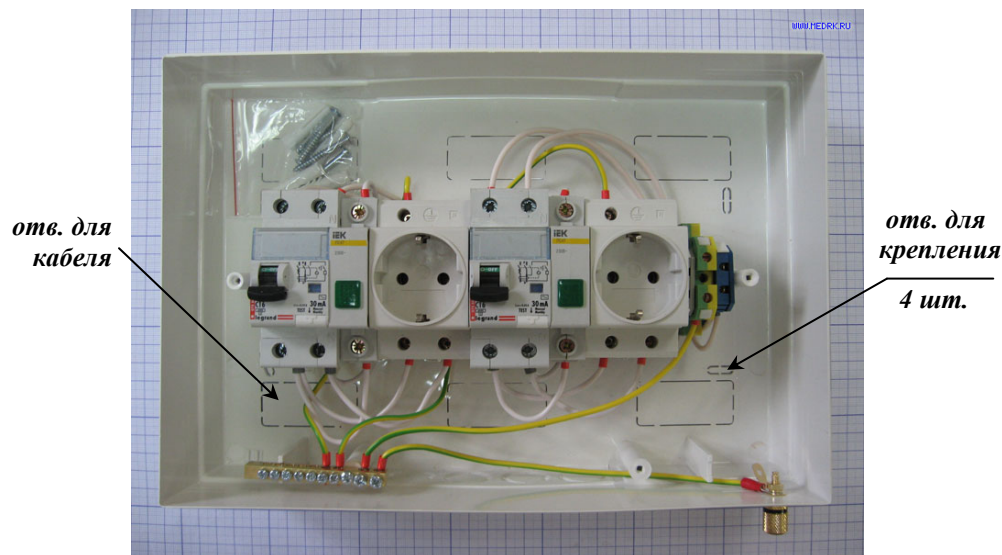

Рисунок 3 – Фотография щитка ЩС «Оптима» с УЗО без лицевой панели
1.4.3 С помощью четырех отверстий для крепления, основание короба крепится к стене (см. рисунок 3).